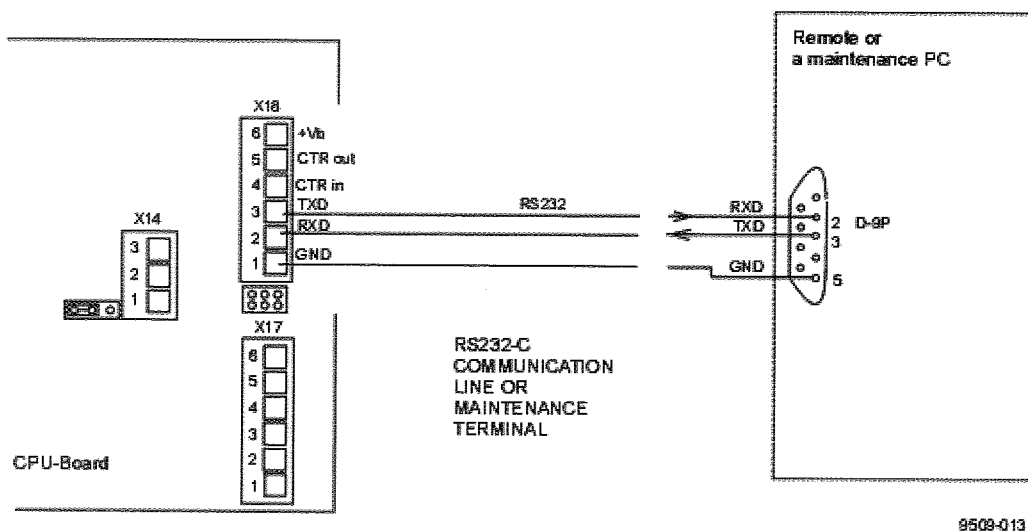
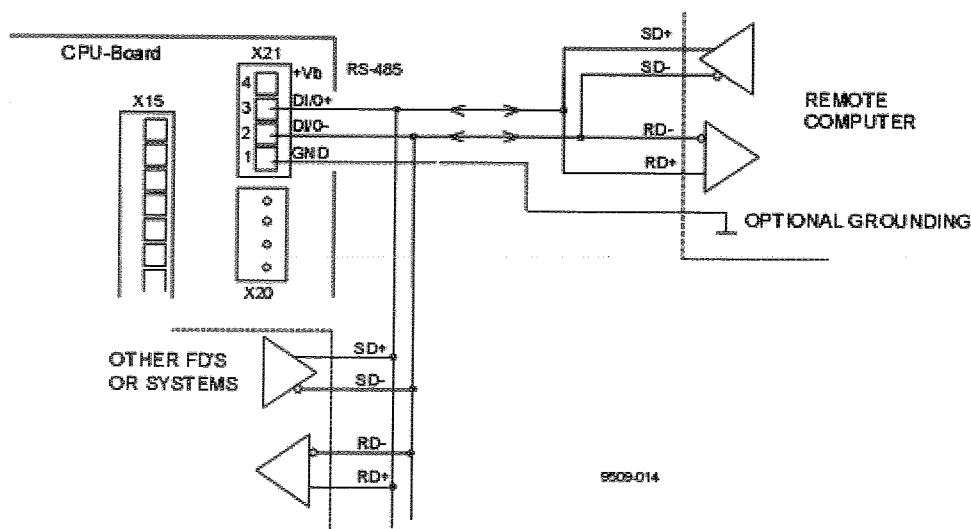
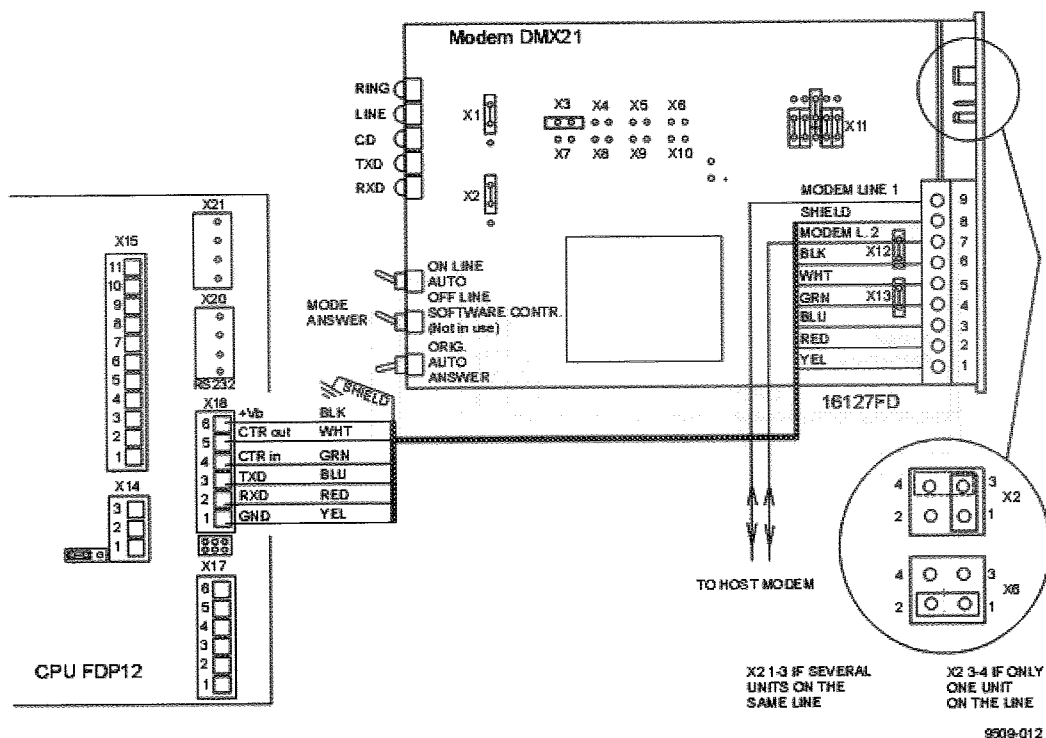

图 7-15 RS232 连接
图 7-16 RS485 连接
图 7-17 连接调制解调器
(1)为了进行 RS232 通讯,将信号线与 CPU 板 FDP12 上的螺丝终端 X18 连接(无需 CTR 线)。见图 7-15。建议 RS232 电缆最大长度为 15 m。
(2)串行多点传输 RS485 允许多台 FD12 通过一个单双绞线与主机进行通讯。将信号线与 CPU 板上的 4 柱螺丝连接头 X21 连接。见图 7-16。
(3) 调制解调器 DMX21 是一种 CCITT V. 21 调制解调器, 在 300bit/s 下工作。将信号线与 MODEM LINE 1 和 2, 以及接口板 16127FD 上的螺丝终端 7 和 9 连接。见图 7-17。
(5) 任何配有终端模拟软件的计算机或带 RS232 串行接口的 VT 100 兼容终端均可用作 FD12 的维护终端。选项维护电缆为计算机提供一个 25 针 D 接头, 为 FD12 提供一个 6 针接头。从 X18 上断开串行线螺丝接头或调制解调器连接电缆 (或 RS485), 然后将维护电缆插入 X16。参考图 7-15 (RS232), 图 7-16 (RS485), 图 7-17 (调制解调器)。另一种方法是使用 X18 螺丝接头将合适的串行电缆连接到计算机
或终端上(图 7-15)。
在某些应用中,有必要从测量的 MOR 中计算特定的夜晚能见度值。在这些情况下,一个简单的白天/黑夜光旋钮就足够用于分辨白天和黑夜的周围光状况。旋钮可以连接到 FDP12 处理板上的串口控制输入上,见图 7-15。正电压说明是黑夜,FD12 输出信息中的背景亮度值设为 0。负电压或断路说明是白天,亮度值设为 1。